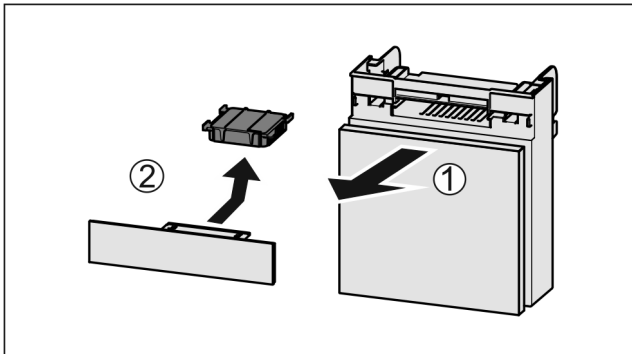

Fig. 39
- Потягніть Fig. 39 (1) відділення вперед.
- Витягнути Fig. 39 (2) фільтр з активованого вугілля.